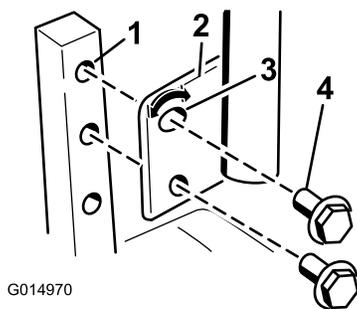

Figure 24
1. Retirez les 2 boulons qui fixent le levier de commande à l'arbre du bras de commande (Figure 24).
3. Fixez le levier avec les 2 boulons (Figure 24).
- Desserrez le boulon inférieur jusqu'à ce qu'il soit possible de pivoter le levier de commande en avant ou en arrière (Figure 24). Serrez les deux boulons pour fixer la commande à sa nouvelle position.